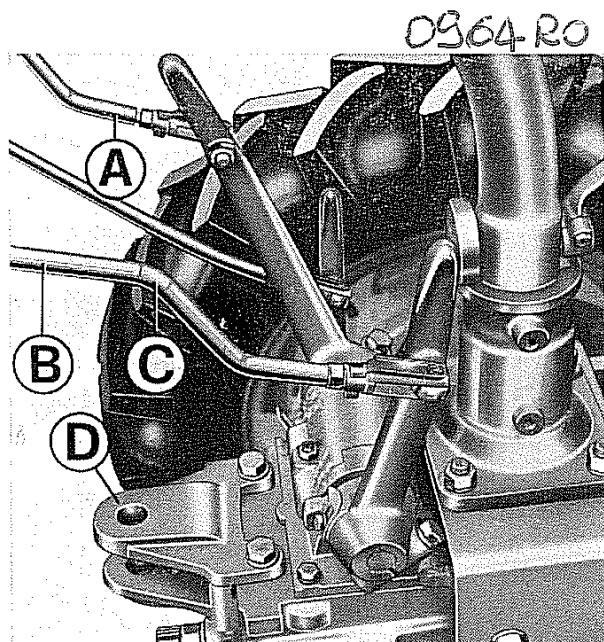
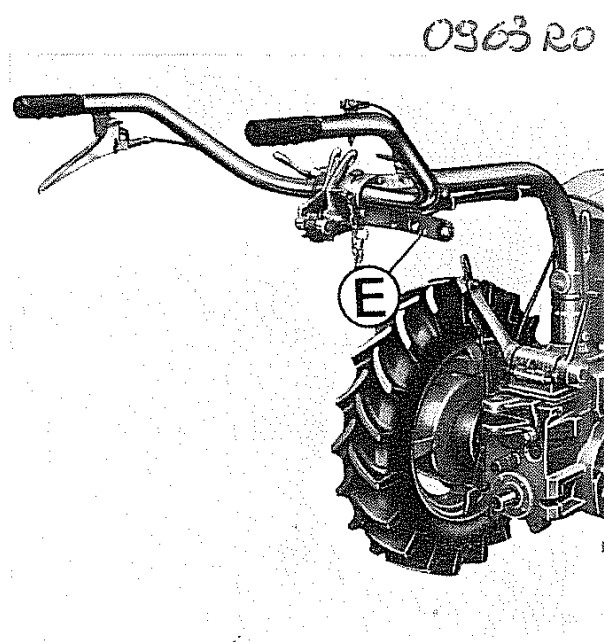

Fig. 46
Fig. 47
- Staccare tramite le apposite spine le leve **A-B-C** di fig. 46 e sfilarle dal supporto **E** (fig. 47).
- Separare il gancio di traino **D** (fig. 46).